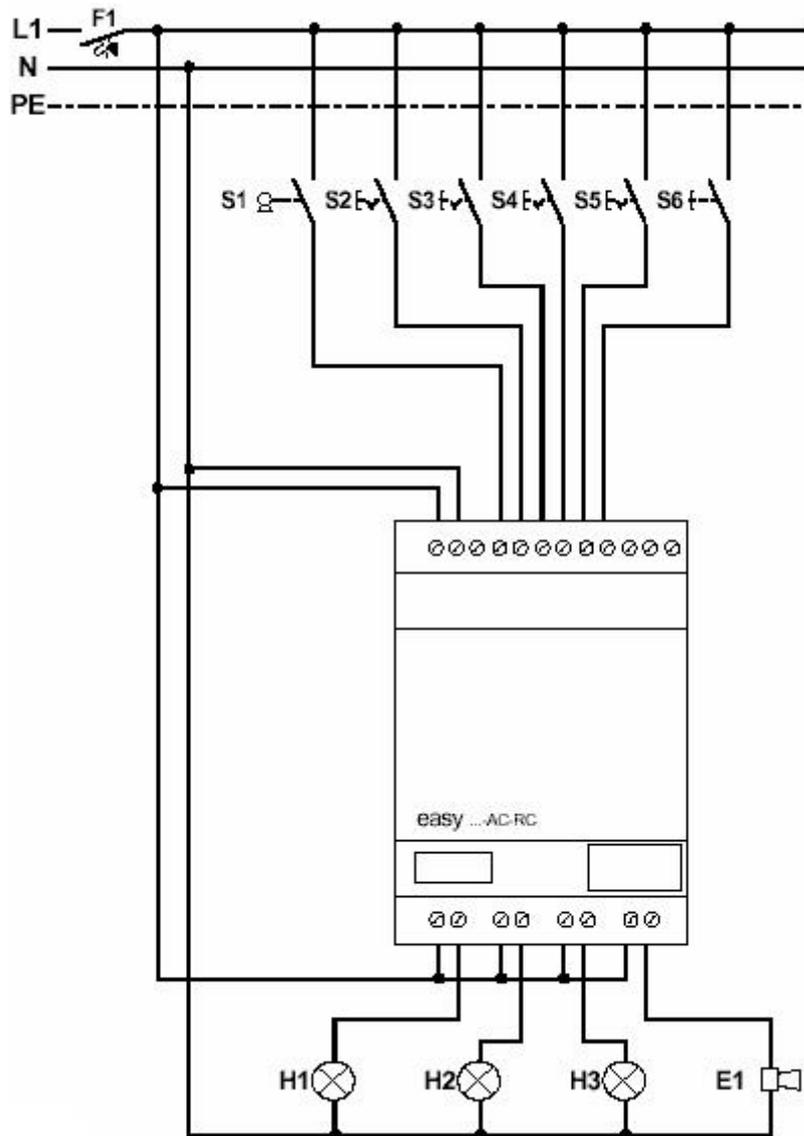

Рисунок 114 - Электрическая схема управления освещения спортзалов
- Ознакомится с электрической схемой, управления освещения спортзала, (рисунок 114).